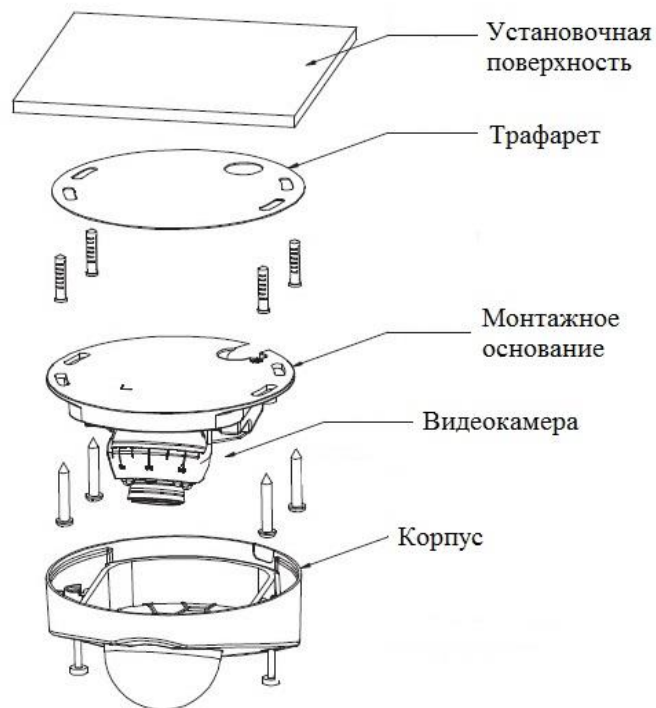

Рисунок 4
4.6 Прикрепите монтажное основание видеокмеры к установочной поверхности (рис.4).